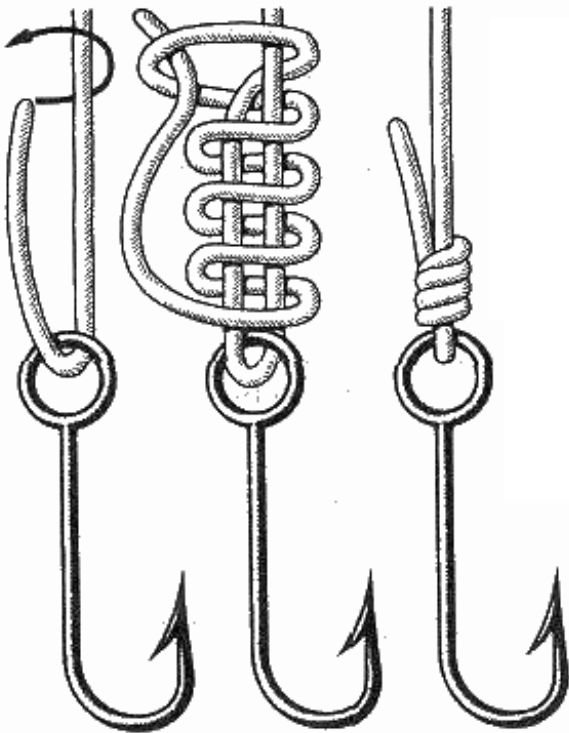

Рис. 127. Акулий узел
**Акулий узел** (рис. 127). При вязке этого узла, перед тем как ввести в петлю ходовой конец, нужно сблизить сделанные вокруг коренного и ходового концов шлаг и плотно затянуть их. Этот сложный узел предназначен исключительно для синтетических лесок и отличается большой прочностью.